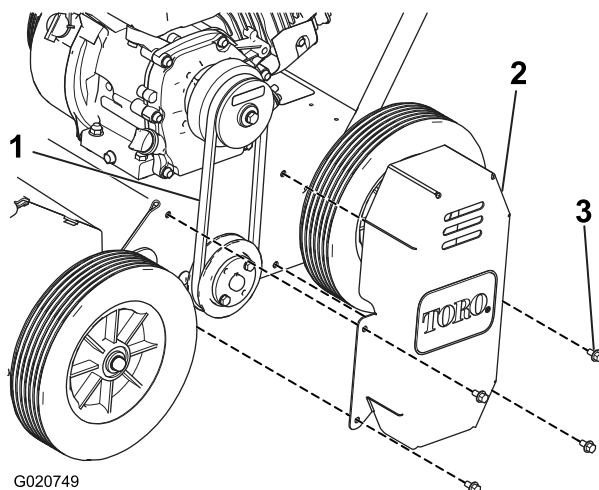

Figure 19
- Retirez les 4 boulons qui fixent le couvercle de la courroie sur le côté gauche de la machine, et déposez le couvercle (Figure 19).
- Contrôlez la tension de la courroie (Figure 19).